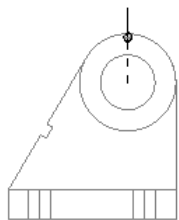

图 7.7.52 绘制圆
- ① 定义绘图线型。在状态栏的 **——** 下拉列表中选择 **—— — —** 选项。
- ② 选择命令。选择下拉菜单 **绘图(C)** → **线(L)** → **绘制任意线(E)...** 命令，系统弹出“直线”工具栏。
- ③ 绘制中心线。分别在“自动抓点”工具栏的 **X** 文本框、**Y** 文本框和 **Z** 文本框中输入值 17、65、0，并分别按 Enter 键确认；然后在“直线”工具栏的 **↔** 文本框中输入值 40，按 Enter 键确认；在 **↗** 文本框中输入值 90，按 Enter 键确认。
- ④ 单击 **✓** 按钮，完成中心线的绘制。
- (3) 绘制图 7.7.52 所示的圆。
- ① 定义绘图线型。在状态栏的 **——** 下拉列表中选择 **——** 选项；在 **——** 下拉列表中选择第二个选项 **——**。
- ② 选择命令。选择下拉菜单 **绘图(C)** → **圆弧(A)** → **已知圆心点画圆(C)...** 命令，系